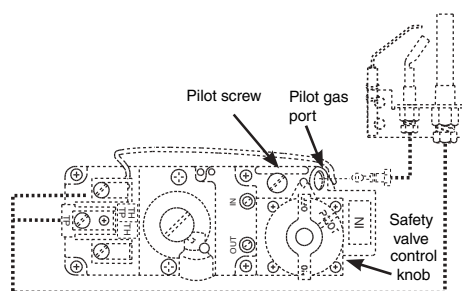

Fig. 10-1
Pour lire le bouton de commande de soupape de sûreté (Fig. 10-1) lisez l'indicateur formé par l'arme la plus proche en métal d'inscription.
2. Si l'ajustement est nécessaire, (Fig. 10-1) tournez la vis d'approche de gaz dans le sens contraire des aiguilles d'une montre pour augmenter la flamme pilote, ou pour diminuer dans le sens des aiguilles d'une montre la flamme pilote.